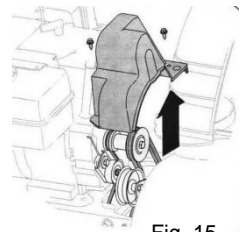

Fig. 15
1. Îndepărtați capacul curelei din partea din față a motorului deșurubândcele două șuruburi pentru tablă. Vezi Fig. 15.